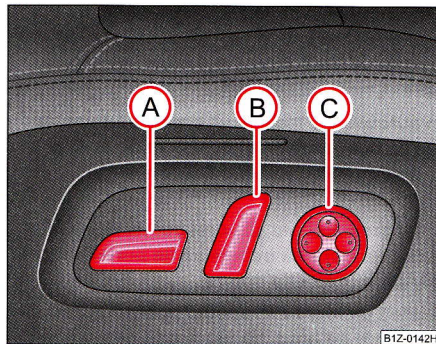

Fig. 61 Imagine din lateral: Elementele de comandă pentru reglarea scaunului
- Apăsați comutatorul **(A)** sau **(B)** ⇒ fig. 61 în sensul în care doriți să faceți reglajul.
- Pentru a mări arcuirea suportului lombar, apăsați comutatorul **(C)** în față ⇒ pagina 82, fig. 61.